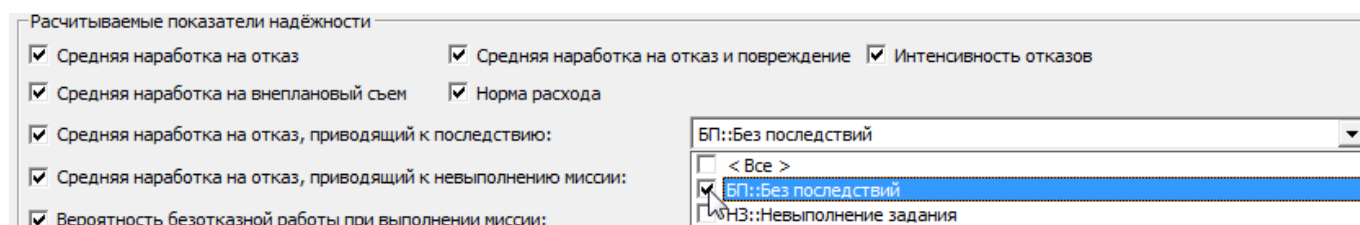

Рис. 13-543 – Блок «Расчитываемые показатели надежности»
- 4) В результате откроется диалоговое окно «Анализ надежности (расчет)» (рис. 13-543).
8) Экземпляры ФИ в группе полей «Парк экземпляров ФИ». Для выбора экземпляров ФИ в правой части окна (рис. 13-543) выбрать нужные экземпляры ФИ и экземпляры компонентов с индивидуальным учетом наработки и переместить их с помощью кнопки  в левую часть окна. Кнопка  используется для удаления экземпляров ФИ из левой части окна. Для того чтобы раскрыть содержимое всех папок в правой части окна, нажать кнопку .
21) Для того чтобы более подробно отобразить исходные данные, использовавшиеся при расчете надежности (при условии, что установлен флаг в поле «Сохранить исходные данные для показателей» в блоке «Дополнительно» (рис. 13-543), необходимо привести кур-